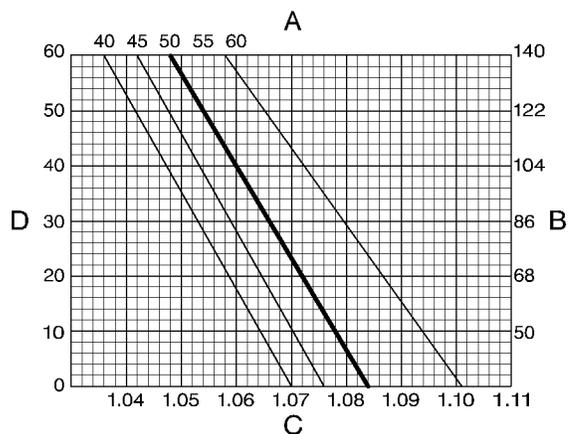

Ilustración 26
**Nota:** Si no dispone de un termo-hidrómetro especial para refrigerante, ponga un hidrómetro y un termómetro separado dentro de la mezcla de anticongelante y verifique las lecturas de ambos instrumentos. Compare las lecturas con los datos en la ilustración 26.